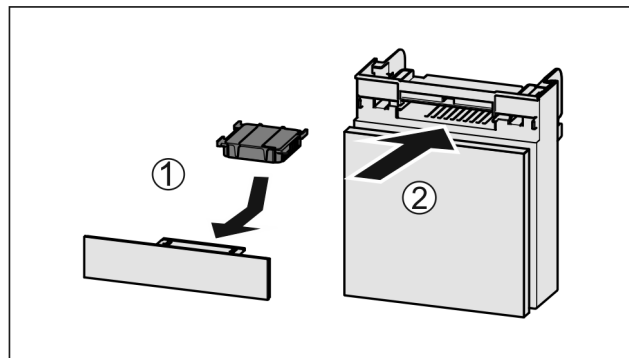

Fig. 200
- Insérer le filtre à charbon actif d'après le schéma Fig. 200 (1).
- Insérer le compartiment Fig. 200 (2).